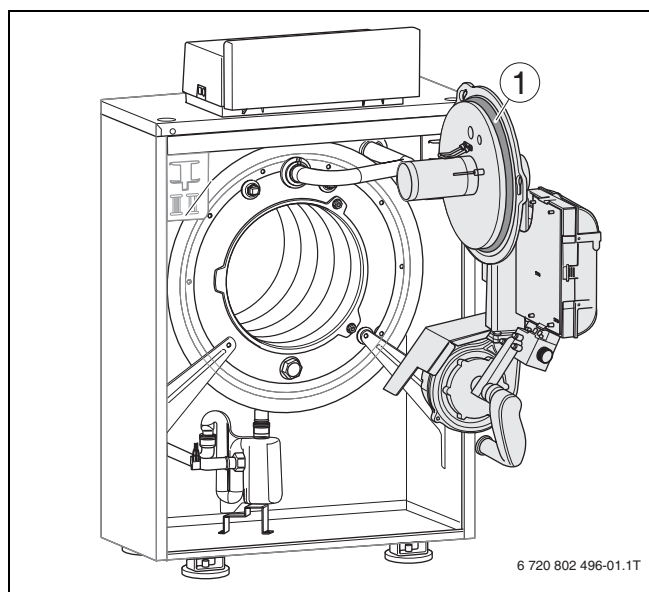

Fig. 13 Joint torique du corps de brûleur
- ▶ Avant de monter le brûleur, vérifier que le joint torique (→ fig. 13, [1]) est bien en place et si nécessaire, ajuster sa position.